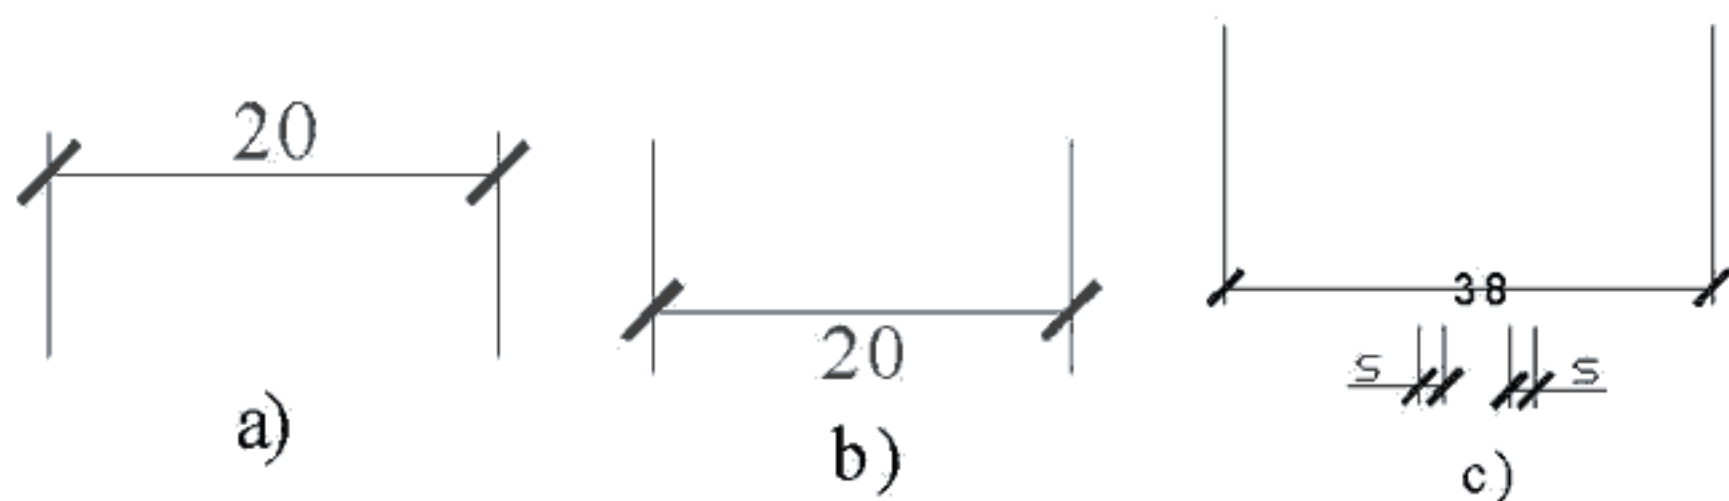

图 13 标注文本的位置
(2)标注文本一般应标注在尺寸线的上方,必要时也可以标注在尺寸线的中间或下方,见图 13。其中 s 宜为 2mm。